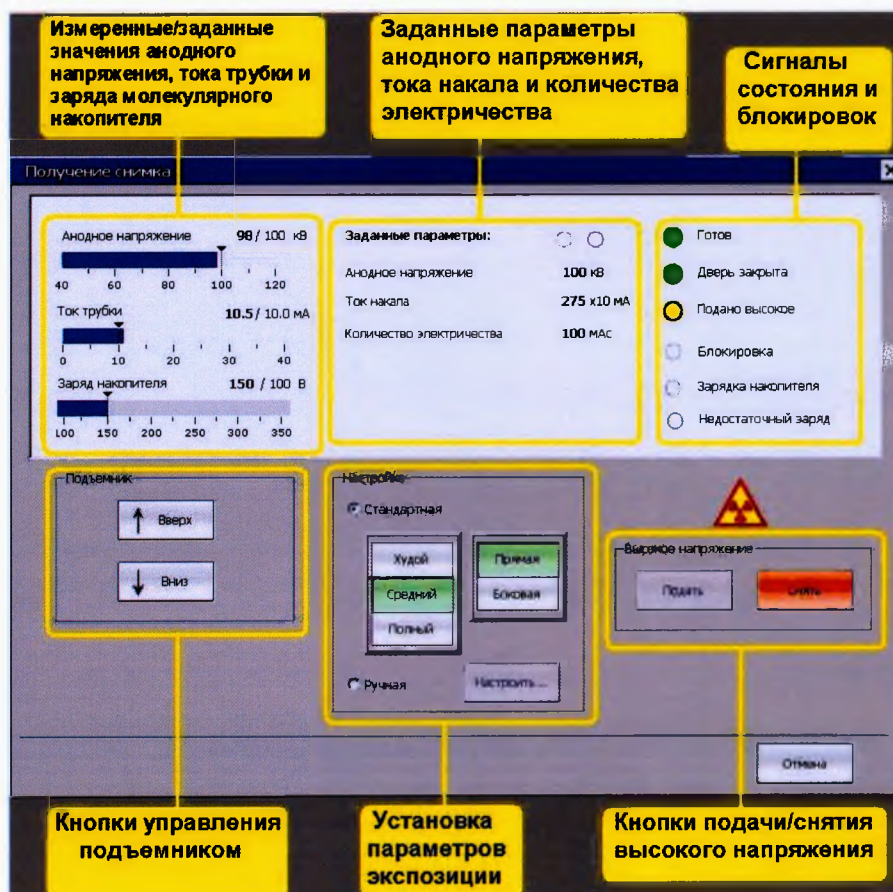

Рисунок 9 - Диалог пульта управления получением снимка
6.6.2 Появится диалог пульта управления получением снимка (рис. 9).